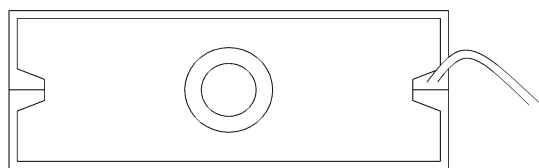
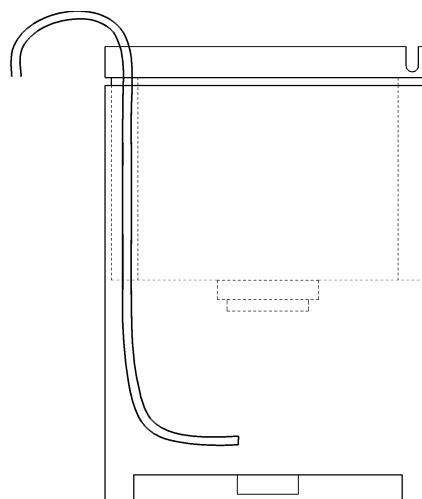

Fig. 7
Fig. 8
- Enfiler le tuyau flexible d'aspiration de l'eau dans les rainures (fig. 7). Pousser le tuyau jusqu'au fond du réservoir (fig. 8).